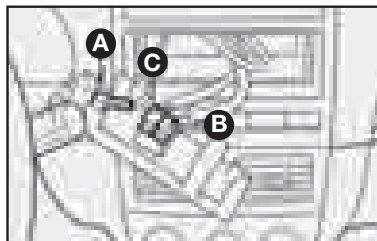

fig. 149
- Cable para la alimentación de la radio **C-fig. 149**.
- Cable para altoparlantes delantero y trasero **fig. 149**.